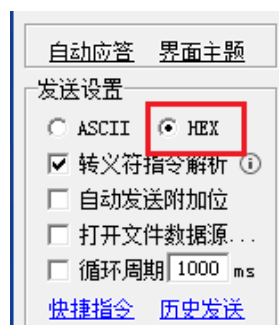

图 1-57 设置发送格式为 hex 码格式
1.发送设置中数据类型设置为 hex 格式，如下图 1-57 所示。